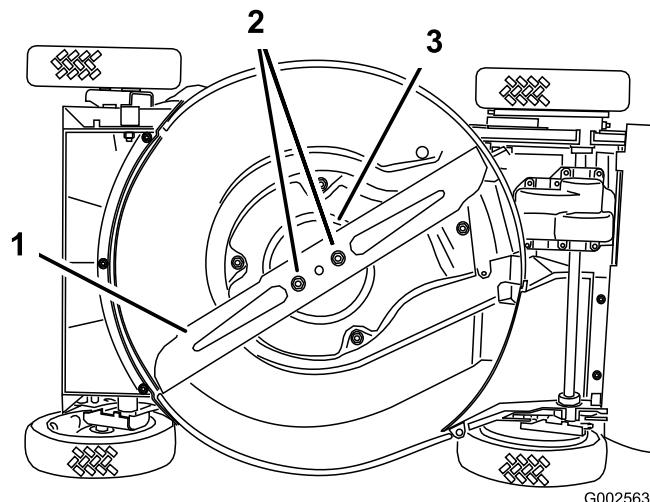

Figura 30
- Vuelque el cortacésped hacia su lado **derecho** (Figura 30).
Sujete el extremo de la cuchilla usando un paño o un guante grueso. Retire las tuercas de la cuchilla, el protector de césped y la cuchilla (Figura 30).
5. Retire las 2 tuercas de la cuchilla, el protector de césped y la cuchilla (Figura 30).